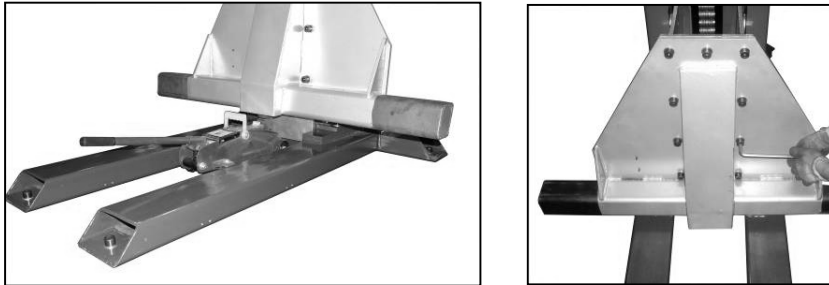

Abbildung: 8-A, B Hubschlitten
- 9) Als nächstes müssen Sie den Rahmen der Hebebühne auf dem Träger mit Schrauben befestigen. (Abb. 8-A, B) Ein hydraulischer Wagenheber oder Flaschenzug eignen sich gut zum Abgleich mit den Löchern. Ziehen Sie dann alle Schrauben am Rahmen fest.